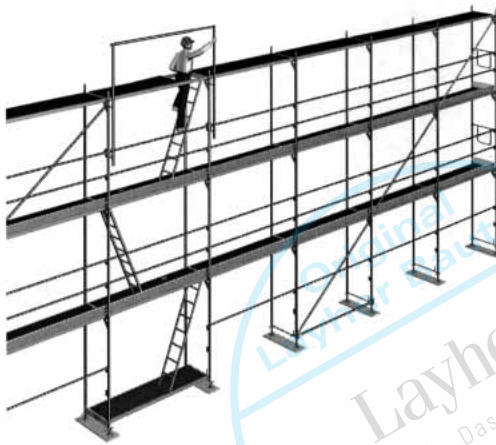
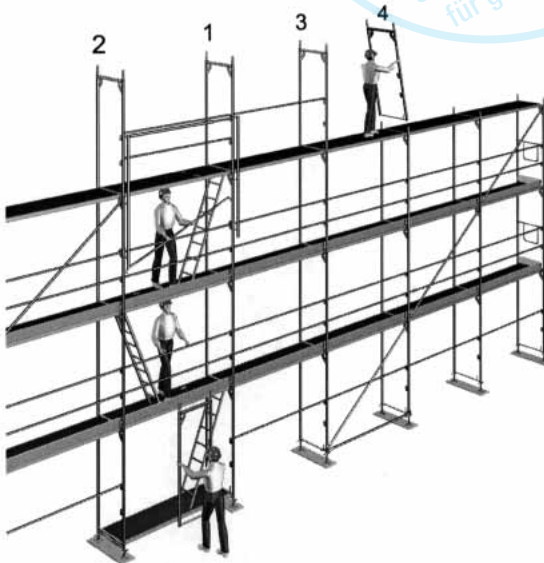

Bild 9 : Einsatz des Layher Montagesicherungsgeländers
Bild 10 : Vertikaltransport und Montage der weiteren Stellrahmen und Geländer
- die Verwendung des Layher Montagesicherungsgeländers (MSG) im Aufstiegsfeld (*siehe Bild 9*),
In Gerüstfeldern, in denen Vertikaltransport von Hand durchgeführt wird, müssen Geländer- und Zwischenholme vorhanden sein. Bei diesem Handtransport muss auf jeder Gerüstlage mindestens eine Person stehen (*siehe Bild 10 und 11*).
Als Maßnahme zur Gefahrenabwehr beim Aufstieg auf die oberste Gerüstlage, empfiehlt der Hersteller die jeweils oberste Lage des Aufstiegsfeldes vorübergehend durch das Layher Montagesicherungsgeländer zu sichern (*siehe Bild 9*). Das Layher Montagesicherungsgeländer besteht aus zwei Montageposten und einem teleskopierbaren Montagegeländer. Es wird vom jeweils darunter liegenden, gesicherten Aufstiegsfeld aus montiert. Der Aufstieg auf die oberste Lage erfolgt durch die Durchstiegsöffnung des im Aufstiegsfeld vorhandenen obersten Gerüstbodens. Danach sind im vorübergehend gesicherten Aufstiegsfeld die beiden ersten Stellrahmen sowie der Geländer- und Zwischenholm zu montieren (*siehe Bild 10*). Der Geländerholm ist umgehend festzukeilen.
Die weiteren Stellrahmen sind ausgehend von dem Gerüstfeld, in dem der Vertikaltransport durchgeführt wird, zu montieren (*siehe Bild 10 und 11*). Der Geländerholm ist unmittelbar nach dem Stellen der dafür erforderlichen Rahmen zu montieren. An den Endfeldern sind die Stirngeländer einzubauen.